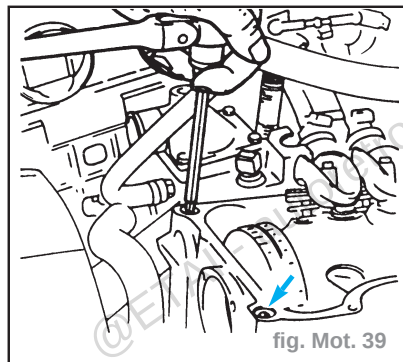

fig. Mot. 39
- Déposer les vis de blocage du carter de distribution de la culasse (fig. Mot. 39).
- Serrer les vis de la culasse au carter de distribution au couple de **2,5 daN.m** (fig. Mot. 39).